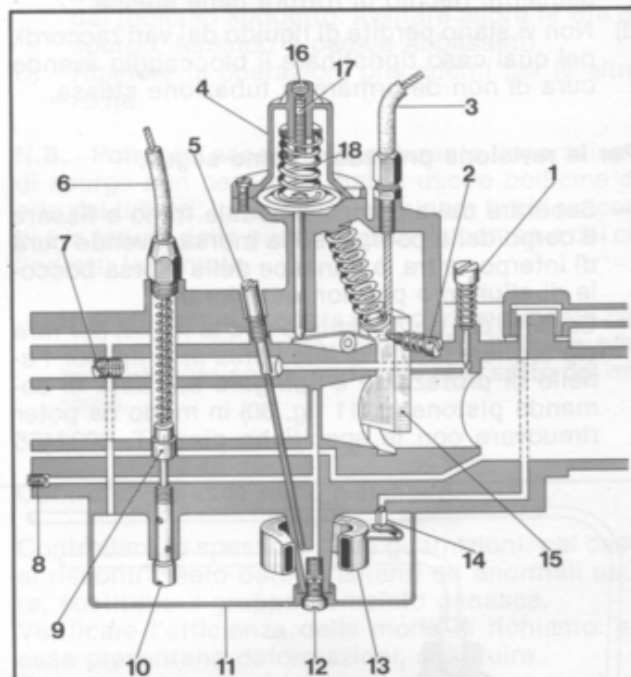

Fig. 58
a) - Agire sulla vite (n. 2 fig. 58 e 59); di regolazione fine corsa valvola gas fino ad avvicinare il limite corrispondente all'arresto spontaneo del motore. In queste condizioni, agire sulla vite (n. 1 fig. 58 e 59) di regolazione flusso miscela fino a raggiungere il numero di giri più elevato e regolare se con tale regolazione il numero dei giri raggiunto risulta eccessivo ridurre, mediante la vite n. 2 fig. 58 e 59 abbassando ulteriormente la valvola gas fino a raggiungere la regolazione il più vicino possibile a quella corrispondente alla condizione limite (arresto spontaneo del motore) sopra descritta.
b) - Se nonostante le regolazioni sopra indicate il regime minimo del motore continua a rimanere irregolare, togliere il tappo di inviolabilità 16 (fig. 58)
2b) - Se al rilascio del gas il motore tende a spegnersi: avvitarlo gradualmente la vite 17 fig. 58 e 59 in modo da precaricare ulteriormente la molla 18 fig. 58.